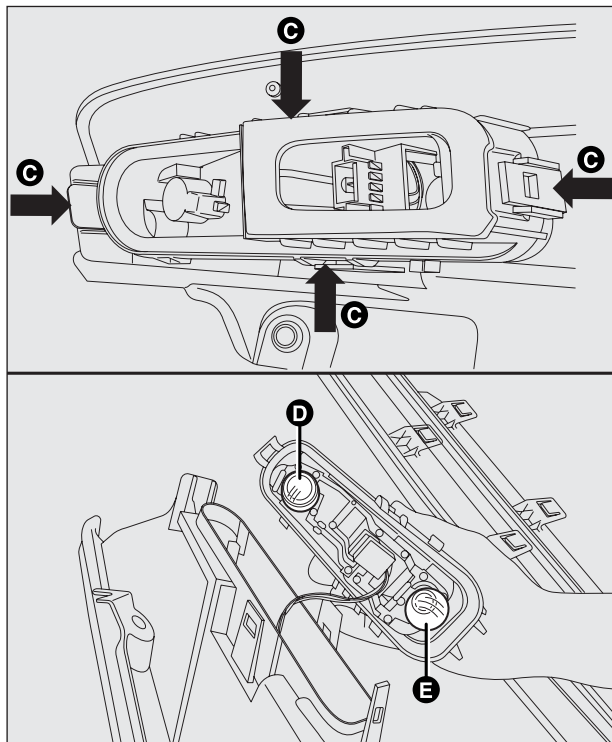

рис. 170
- отсоедините патрон, воздействуя на фиксаторы С-рис. 170;